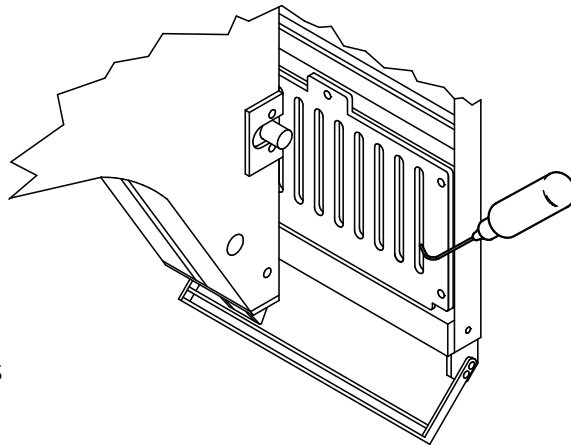

Figura 5-3
3. Por trás da caixa de agulha, coloque uma ou duas gotas de óleo de máquina de costura nas barras de agulha de 1 a 6 no local mostrado na Figura 5-3. Repita para todos os cabeçotes de bordar.